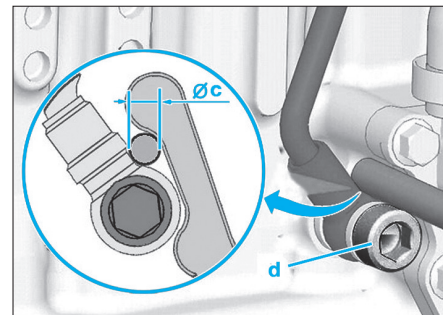

Fig. 65
- mettre en place une pige à l'horizontale de 7,5 mm de diamètre (c) (Fig.65),